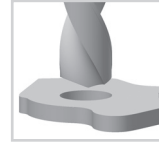

Fig. 27
- 2 Percez et alésez l'alésage jusqu'à ce qu'il atteigne la dimension désirée (Fig. 27 et 28).